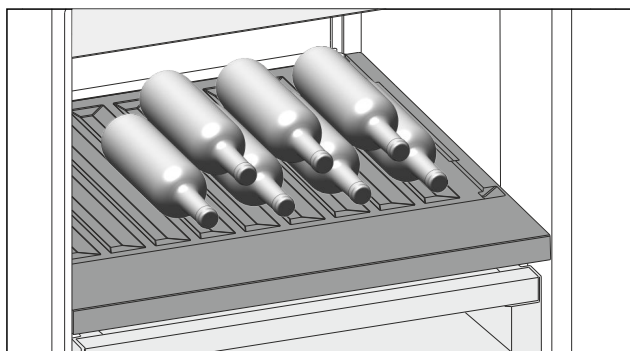

Fig. 222 Példaként szolgáló ábrázolás
- ▶ A palackokat az aljukkal hátrafele helyezze a hátfalhoz. (lásd Fig. 222)